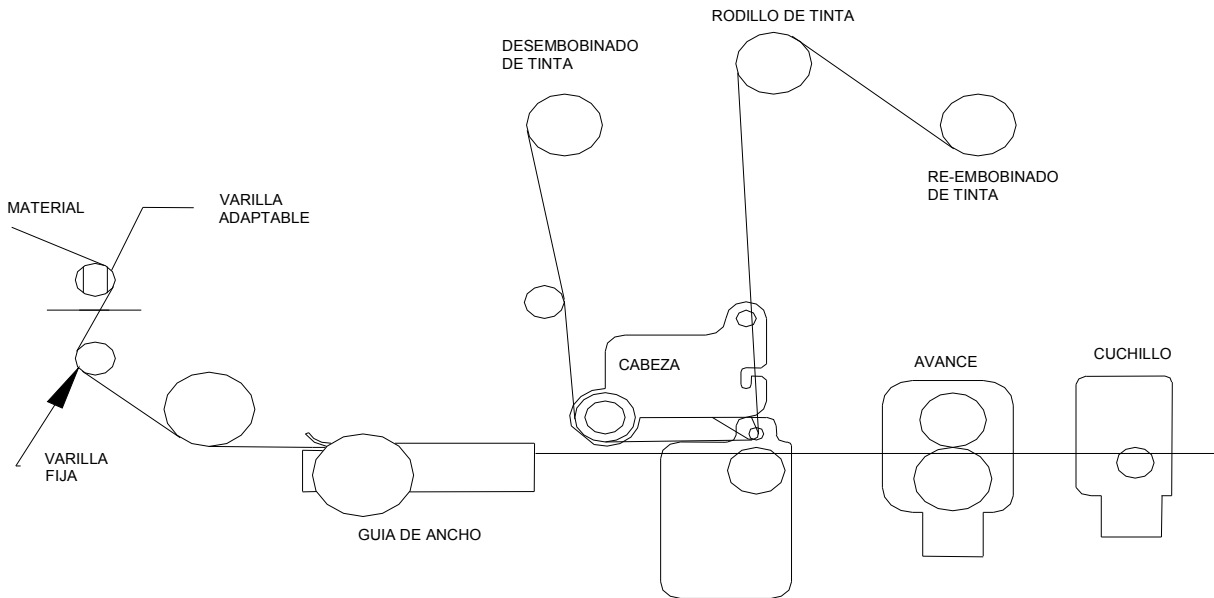

Figura 5 – Recorrido de la tinta
La cinta de tinta viene empaçada en una bolsa plástica. Para mejores resultados deje la tinta empaçada en esta bolsa hasta que la vaya a usar en la impresora. Siga en procedimiento y la figura 5 para cargar la tinta.
- 1) Desenvuelva la cinta de tinta e instálala en el eje para tinta nueva (Véase Figura 5) presionándola hacia adentro del eje cuando las tres ranuras estén alineadas.